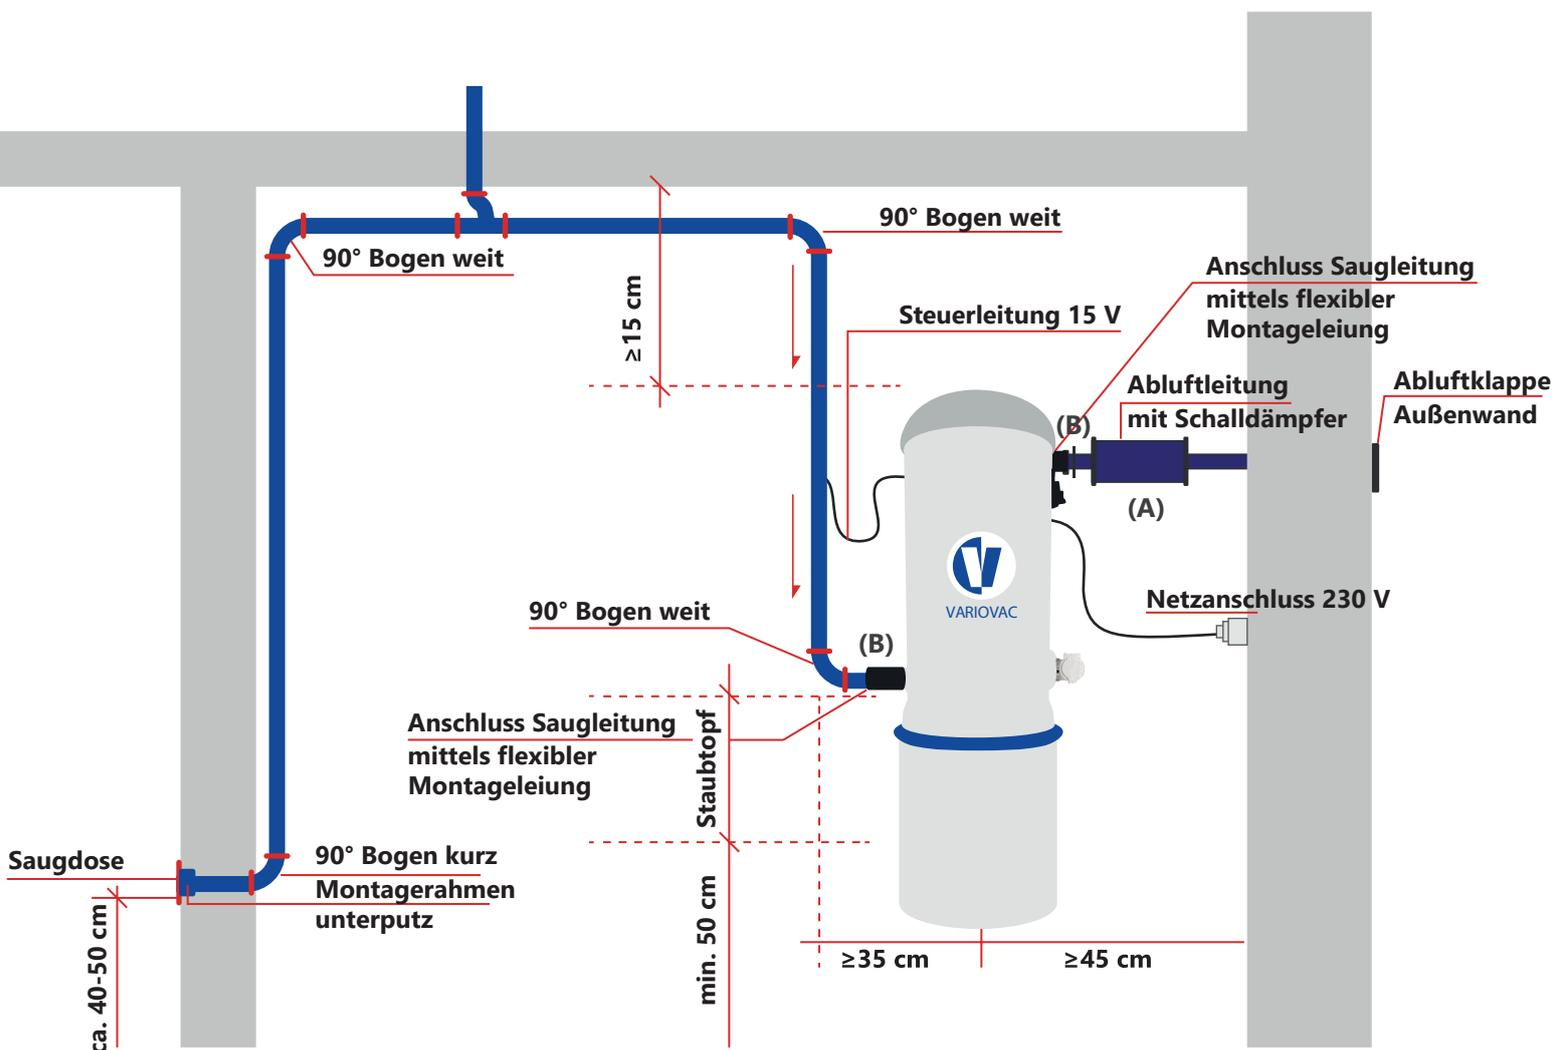

Abbildung 1
1. Installieren Sie das Zentralgerät in einem ausreichend belüfteten Raum, zum Beispiel in Garagen, Hauswirtschaftsräumen, Keller etc. Einen beispielhaften Aufbau finden Sie untenstehend in Abbildung 1.
3. Montieren Sie den mitgelieferten Fortluftschalldämpfer (A) (siehe Abbildung 1).
4. Schließen Sie die Saugleitung (B) mit der flexiblen Montageleitung an. Die notwendigen Rohrschellen sind im Lieferumfang enthalten.